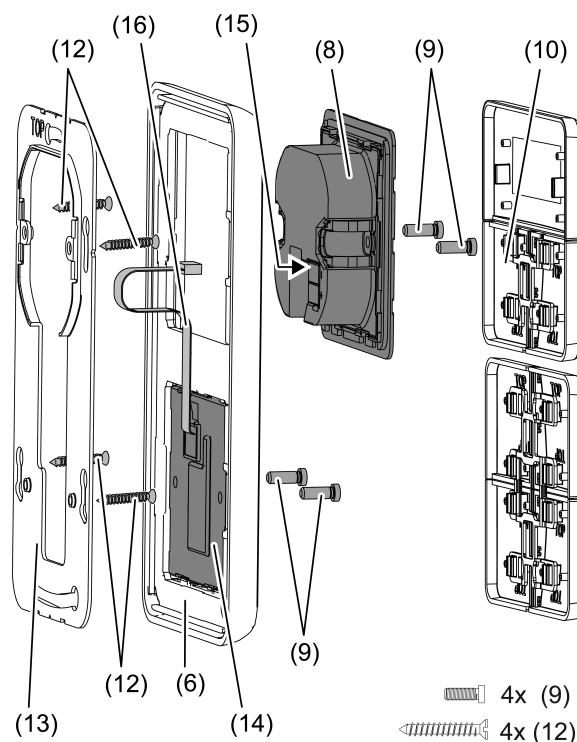

рисунок 3: Монтаж с расширительным модулем датчиков касания
При использовании расширительного модуля датчиков касания (рисунок 3): предпочтителен вертикальный монтаж. Использовать большое опорное кольцо (13). При монтаже только в одной розетке для скрытого монтажа нижние винты утопить в стене, например с отверстием $\varnothing 6 \times 10$ мм. Опорное кольцо использовать в качестве шаблона.
- Опорное кольцо (5) или (13) установить в правильном положении на розетку прибора. Учитывать маркировку **TOP** = Верх; маркировка **A** или **B** спереди. Использовать исключительно прилагаемые винты для розеток (12).
- Установите рамку (6) на опорное кольцо.
- Расширительный модуль датчиков касания (14) предпочтительнее монтировать снизу. Проложить соединительный провод (16) между опорным кольцом и промежуточной перемычкой.
- Расширительный модуль датчиков касания: соединительный провод (16) установить в правильном положении в гнезде (15) в модуле регулятора. Не допускать раздавливания соединительного провода (рисунок 3).
- Модуль регулятора (8) с контактным зажимом KNX (11) подсоединить к KNX и установить на опорное кольцо.
- Закрепить модуль регулятора (8) и расширительный модуль датчиков касания (12) на опорном кольце с помощью прилагаемых пластмассовых винтов (9). Не затягивать пластмассовые винты слишком сильно.
- Перед монтажом панелей управления (10) загрузить в устройство физический адрес (см. главу 5.2. "Ввод в эксплуатацию").